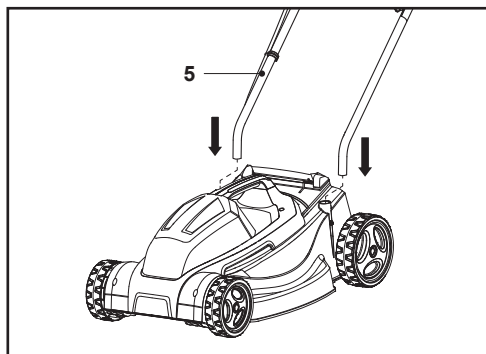
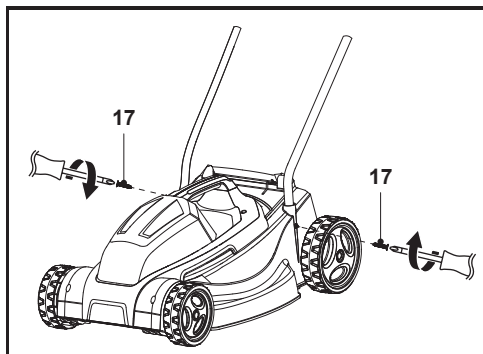

Fig. 1
Fig. 2
1. Inserte la barra inferior del manillar (5) en las ranuras de la carcasa del cortacésped (Fig. 1). Fije el manillar con los tornillos de bloqueo (17) (Fig. 2).